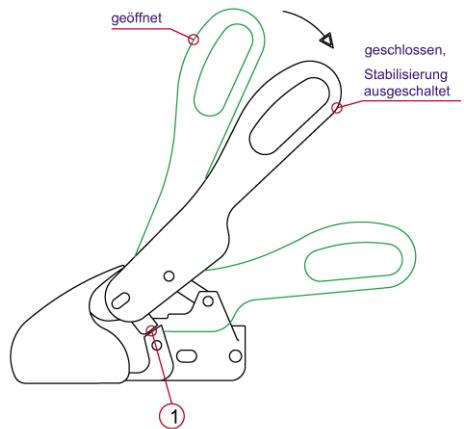
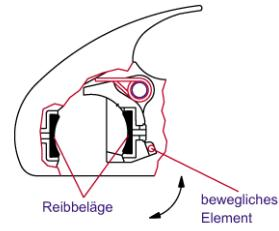

Bild 4: Ankuppeln
Bild 8: Anordnung der Reibelemente
Die geöffnete Zugkugelkupplung wird auf die Kupplungskugel des Zugfahrzeugs gesetzt. (Bild 4)
Durch die Stützlast und eine evtl. zusätzliche Belastung der Deichsel schließt die Zugkugelkupplung automatisch, und die seitlichen Sicherungslaschen (1) stehen parallel gegenüber der Sicherungsflächen am Gehäuse (Bild 4).
Bei längerem Nichtgebrauch sollte der Anhänger mit geschlossener Zugkugelkupplung abgestellt werden, hierzu den geöffneten Bedienungshebel (Bild 4) anheben, gleichzeitig Kugelfanne (bewegliches Element mit Reibbelag – (Bild 8) nach vorne ziehen oder den **Safety ball** in den Kugelraum drücken und den Bedienungshebel langsam schließen.
Das Innere des Kugelraums im Bereich der Reibbeläge ist sauber und fettfrei zu halten. (Bild 8) Bei verschmutzten Reibbelägen kann die Oberfläche mit Schleifpapier, Körnung 200-240, gereinigt werden. Anschließend Oberfläche mit Waschbenzin oder Spiritus säubern. Alle beweglichen Lagerstellen und Bolzen sind leicht zu ölen. Durch regelmäßige Wartung und Pflege erhöhen Sie die Lebensdauer, Funktion und Sicherheit Ihrer WS 3000.